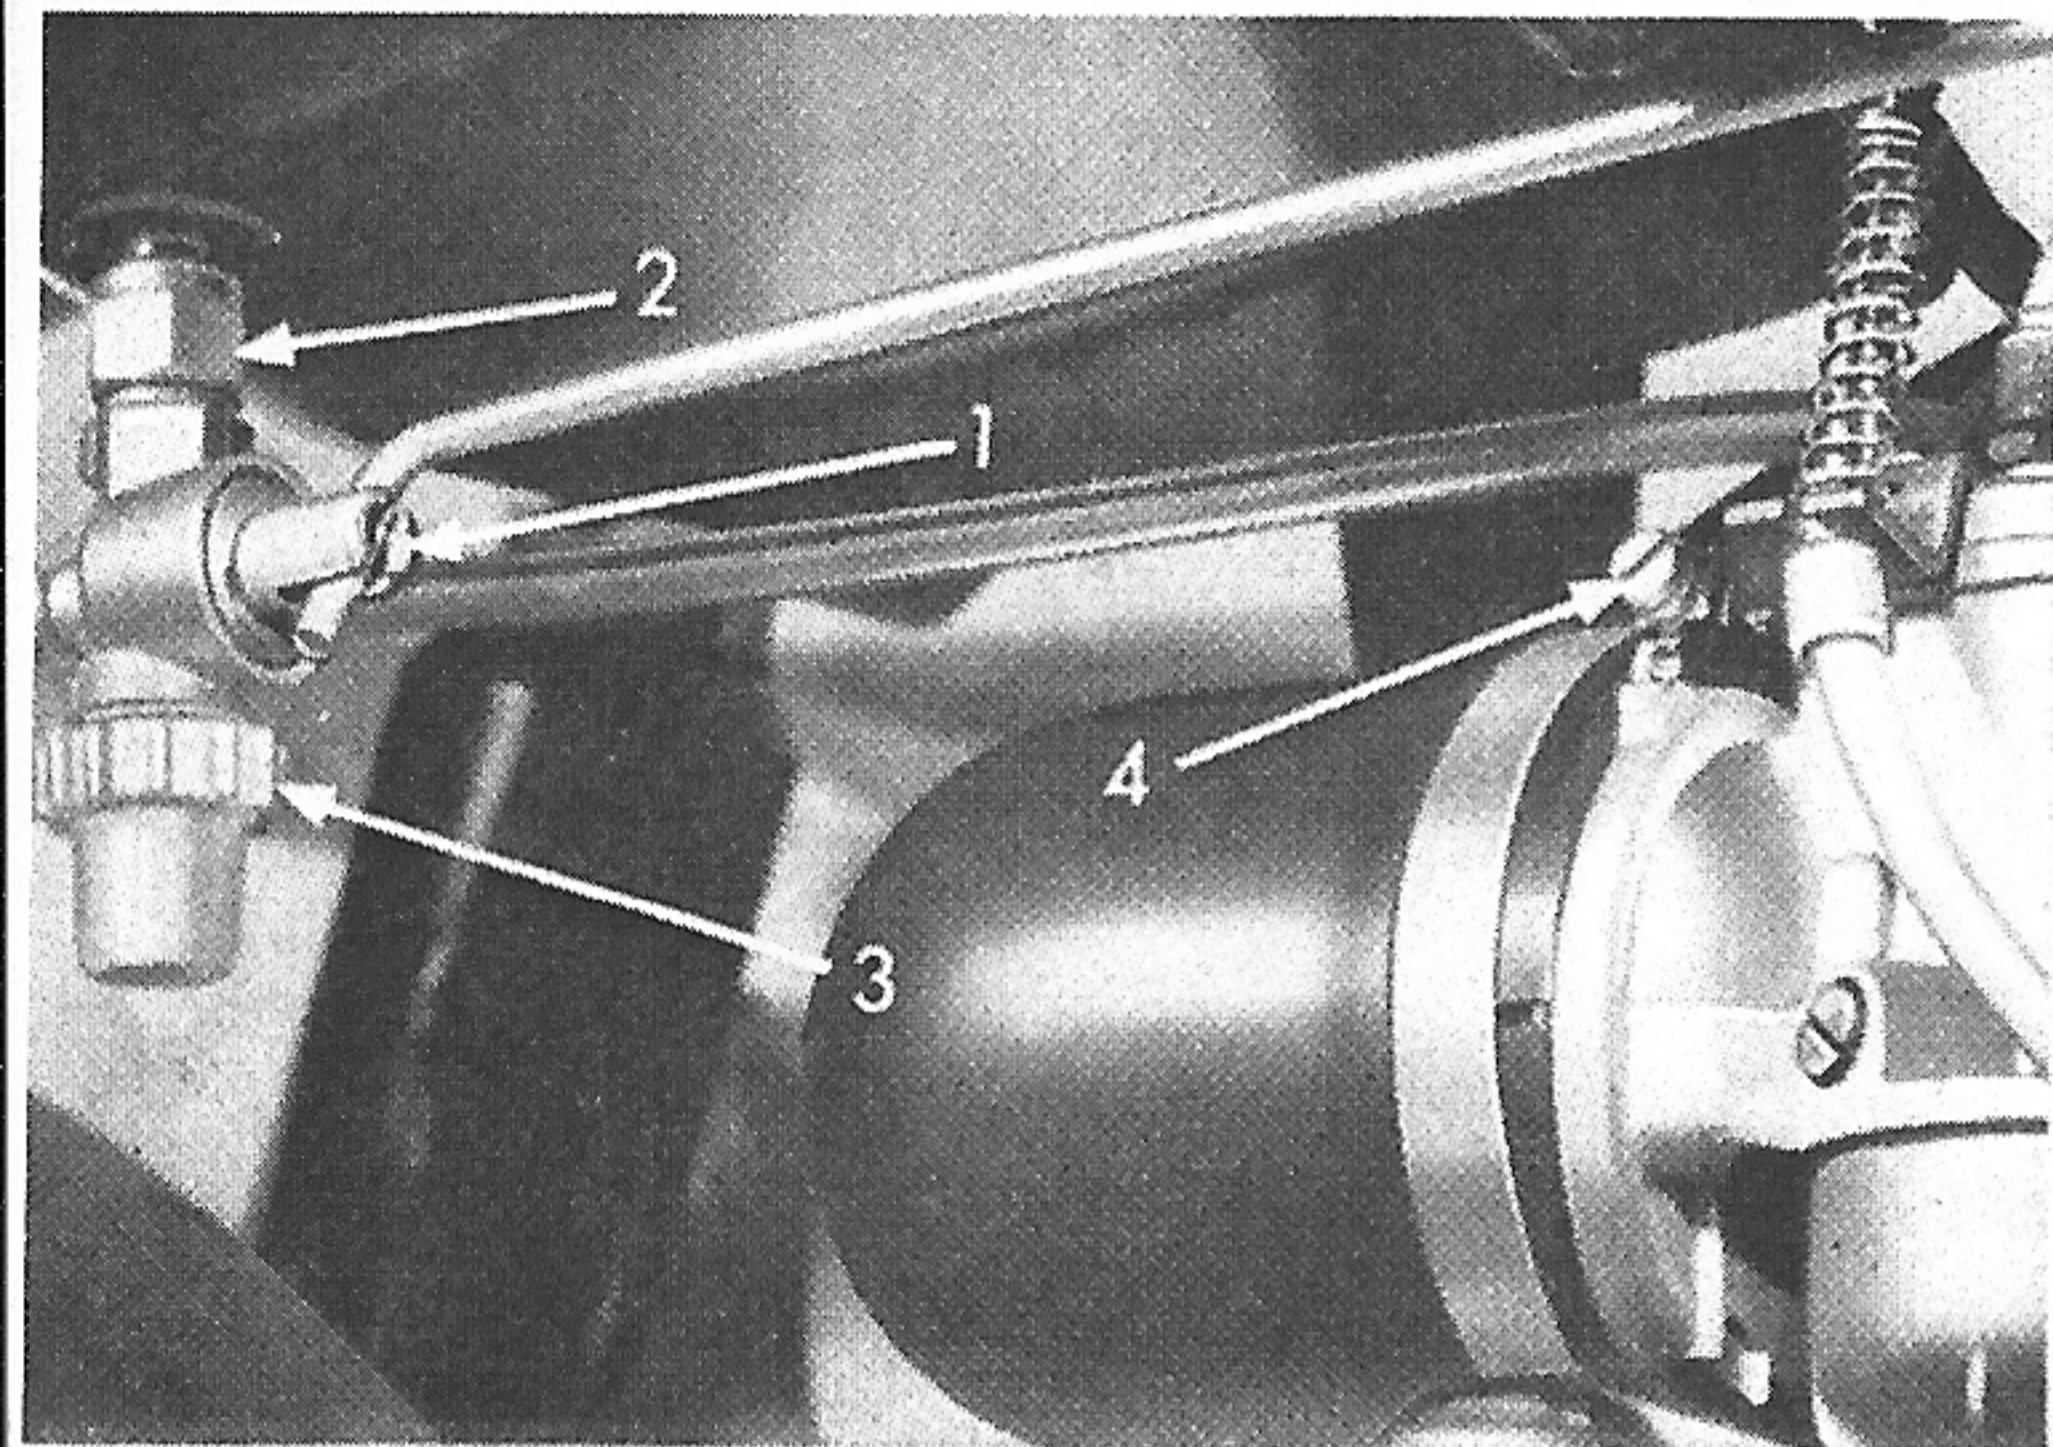

Bild 18
**Kraftstofffilter reinigen** (s. Bild 18)